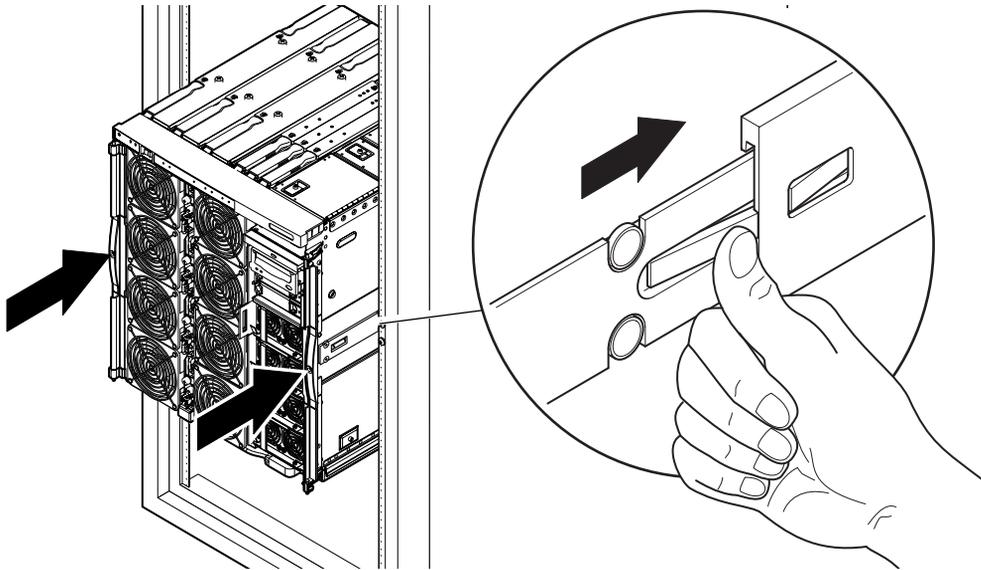

FIGURA 1-13 Colocación del sistema en el mueble
10. Presione los cierres verdes situados en cada riel y empuje el sistema hasta que quede colocado en el mueble (FIGURA 1-13).